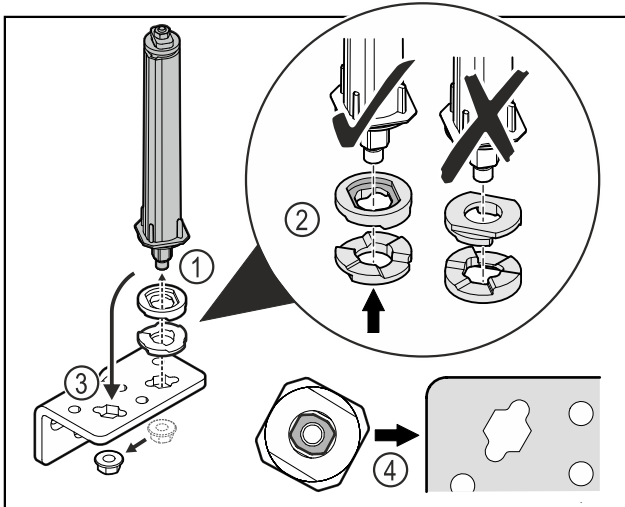

Fig. 54
- Dévisser l'écrou et retirer le système de fermeture de porte Fig. 54 (1).
- Veiller à ce que les rondelles de réglage de la hauteur soient correctement orientées Fig. 54 (2).
- Mettre le système de fermeture de la porte dans l'autre trou de l'équerre de charnière et le fixer avec l'écrou Fig. 54 (3).
- Lors de la mise en place, veiller à bien orienter le système de fermeture de porte Fig. 54 (4).